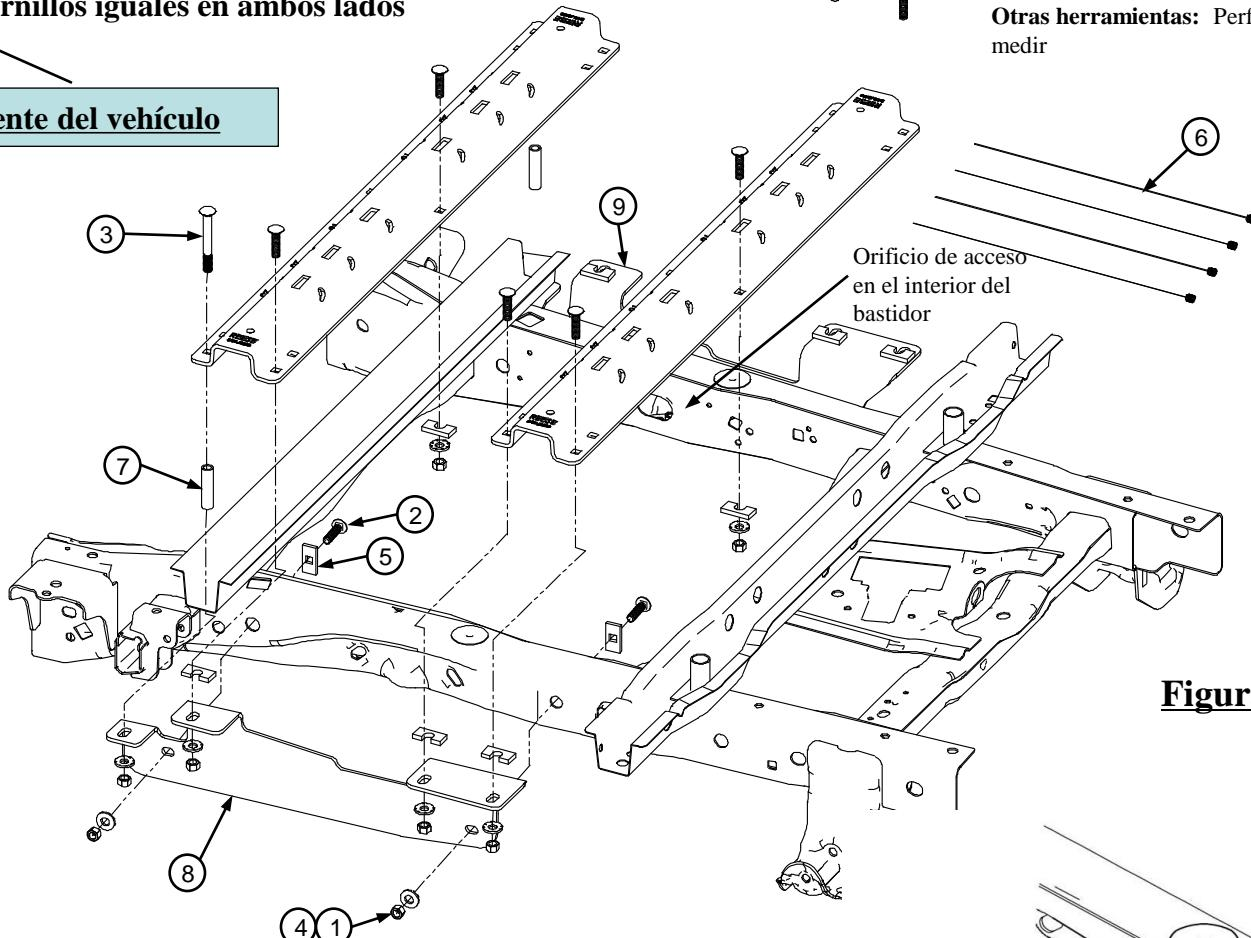
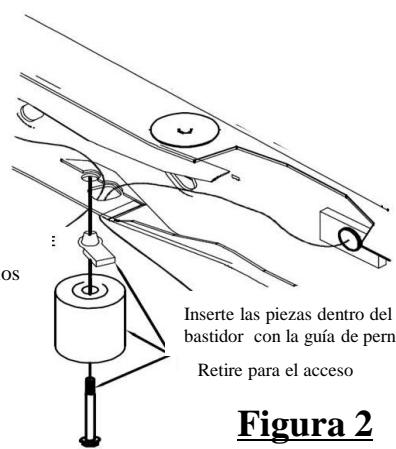

Figura 1
Figura 2
Cuando instale según la Figura 1 y 3, durante la perforación proteja el tanque de combustible y los tubos de relleno, líneas de frenos y arnés de cables colocando un pedazo de metal entre el piso de la caja y los componentes que estén potencialmente en riesgo del lado del conductor. Esto impedirá que perfore en estos elementos.
2. Si no hay un orificio de acceso en el interior del bastidor, consulte la Figura 1. Retire el perno del parachoques de eje, el parachoques de eje y la tuerca en U de rosas múltiples de la parte inferior del bastidor en el lado del conductor y del pasajero y conserve los parachoques de eje y las piezas, consulte la Figura 2.
5. Sin apretar instale los soportes del bastidor (8) y (9) usando las piezas apropiadas y apriete a mano. (Ver Figura 1).
- Empezando con el orificio de montaje delantero primero, inserte la cabeza del cable de halar (6) a través del orificio de montaje de 1 pulgadas de diámetro en el lado del bastidor del vehículo y hacia afuera a través del orificio cuadrado de 1 pulgada en la base del bastidor o el orificio de acceso en el interior del bastidor.
- Deslice el bloque (5) sobre la cabeza de la guía de pernos e instale el perno de 1/2 x 1-1/2 pulgadas (2).
- Con el otro extremo del cable de halar (6), insértelo a través de la parte posterior del soporte del bastidor y suavemente hale el extremo del cable de halar (6) de manera que las piezas se muevan a través del bastidor (8) y (9) y hacia su posición en el soporte del bastidor.
- Instale la arandela cónica de 1/2" (1) y la tuerca de 1/2" (4). (Apriete a mano únicamente)
9. Instale los pernos de carroaje de 1/2" x 2 pulgadas con el espaciador en forma de U para localizar en el corrugado entre la caja y el larguero de montaje o entre la caja y el soporte del bastidor (8) y (9). Esto asegura un contacto de metal a metal y evita que se aplaste el corrugado de la base. Una con espaciadores, arandelas y tuercas hexagonales según las ilustraciones y apriete con firmeza para impedir que el larguero del bastidor se mueva